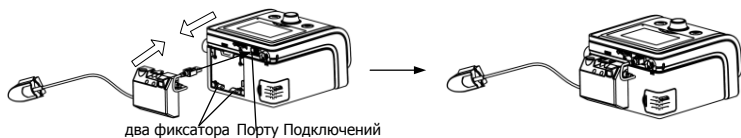

Рис. 11-12
(3) Совместите **два фиксатора** на задней стороне Набора SpO₂ с двумя фиксаторами основы, надавите, пока две детали не совпадут. Вставьте подключение Набора SpO₂ к **Порту Подключений** главного устройства, как показано на Рис. 11-12.